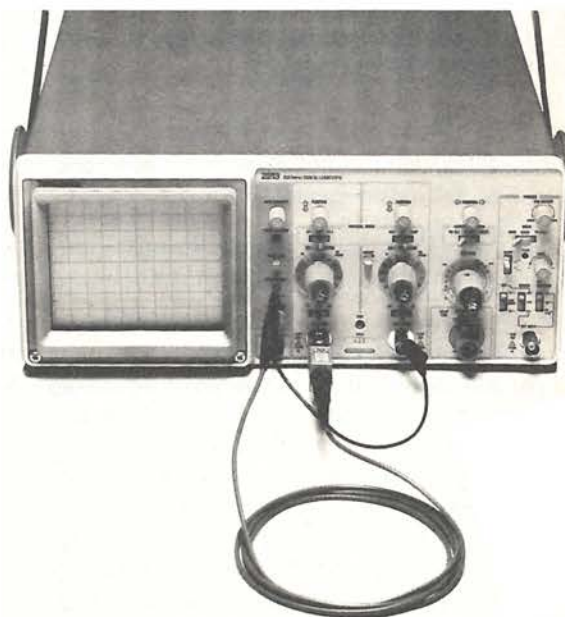

Figura 6
- 4) a questo punto si può procedere alla compensazione della sonda. Si introduce un piccolo cacciavite nella scatoletta alla base della sonda e si regola il piccolo compensatore ivi contenuto fino a che i tetti superiori ed inferiori delle onde quadre non siano divenuti piatti e paralleli alle linee orizzontali del reticolo dello schermo. Per collegare la sonda si seguono le indicazioni di cui alla figura 6.